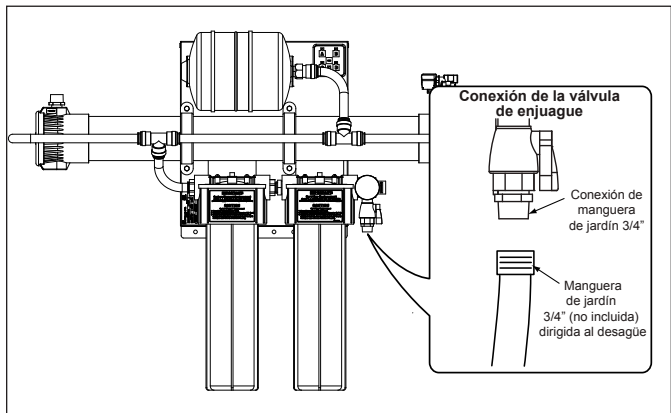

Figura 5. Conexión de la válvula de enjuague
3. Conecte la manguera al accesorio de la válvula de enjuague. Use una llave de atasco en el accesorio si se requiere (Figura 5).